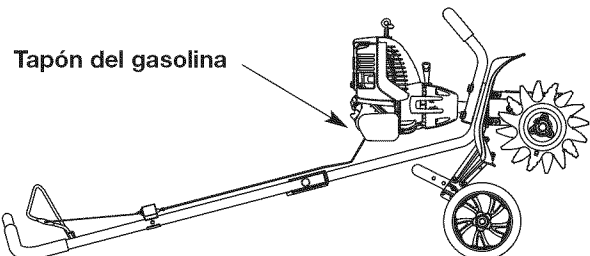

Fig. 9
**NOTA:** Llene o añada gasolina al tanque únicamente cuando el cultivador esté en posición horizontal (Fig. 9).
2. Coloque la unidad en posición horizontal y nivelada para obtener una lectura correcta del nivel de aceite (Fig. 9).